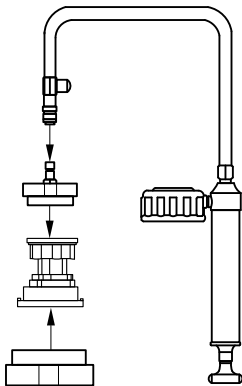

Рисунок 4. Проверка клапанной крышки.
3. Нанесите воду или охлаждающую жидкость на резиновую прокладку или уплотнительное кольцо на клапанной крышке и адаптере. Подключите их к соответствующим разъёмам на переходнике, подключите насос к адаптеру (рис. 4).